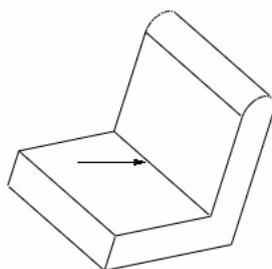

图 12-6
- (1) 单击图 12-6 中箭头指示的一条边，系统自动产生一个默认半径值的圆角。